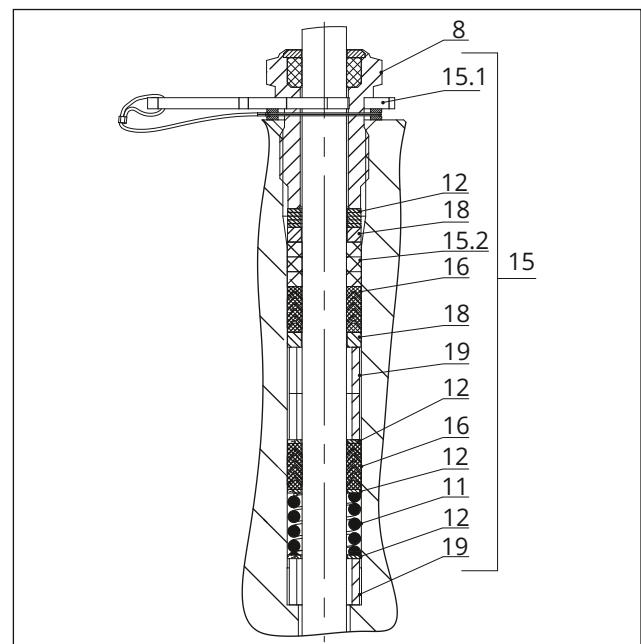
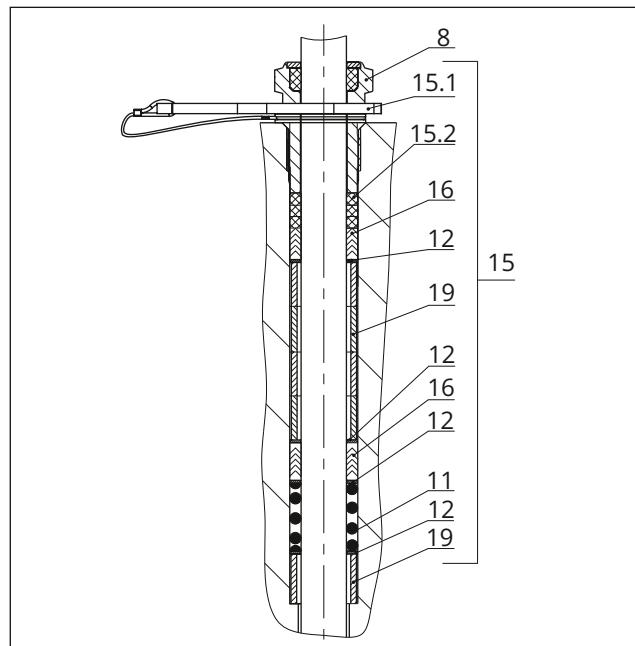

Fig. 26 : Garniture de presse-étoupe ADSEAL :
Fig. 27 : Garniture de presse-étoupe ADSEAL :
2. Insérer avec précaution les pièces du presse-étoupe dans leur logement à l'aide d'un outil approprié en les faisant passer par-dessus la tige de clapet. Veiller à les remonter dans le bon ordre, cf. Fig. 26 et Fig. 27.
4. Insérer le disque d'écartement rouge (15.1) entre le fouloir (8) et la bague de retenue, cf. Fig. 26 ou Fig. 27.
2. Insérer avec précaution les pièces du presse-étoupe dans leur logement à l'aide d'un outil approprié en les faisant passer par-dessus la tige de clapet. Respecter l'ordre de montage correct, voir Fig. 26 ou Fig. 27.
4. Insérer le disque d'écartement rouge (15.1) entre le foulard (8) et la bague de retenue, cf. Fig. 26 ou Fig. 27.